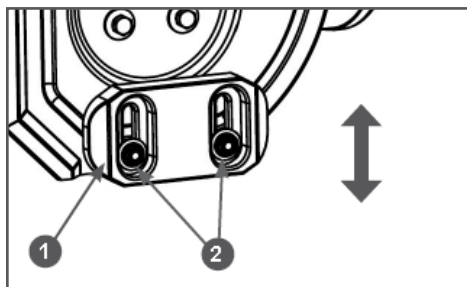

Рис. 11 Регулировка высоты захвата снега
2. Открутите гайки 2 крепления ползка 1 на 1-2 оборота и установите ползок на необходимую высоту (Рис. 11). Снова затяните гайки.